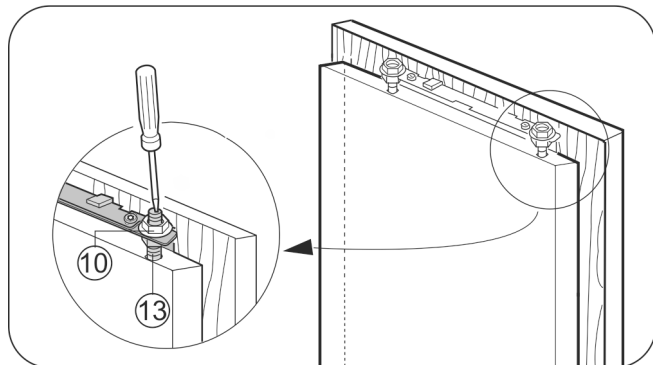

Fig. 30
- ▶ Pojistné matice Fig. 30 (10) dotáhněte šestihříbným klíčem 13, přitom přidržujte stavitelné čepy Fig. 30 (13) na protější straně šroubovákem.